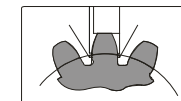

Fig.3
---Spostare il calibro in modo che la ganasca orizzontale del nonio entri in contatto con il lato sinistro dell'ingranaggio misurato. Ruotare la rotella di regolazione fine per spostare la ganasca in modo che l'altra ganasca entri in contatto con il lato destro (Fig. 3), serrare la vite di bloccaggio, rimuovere il calibro e ottenere lo spessore cordale.